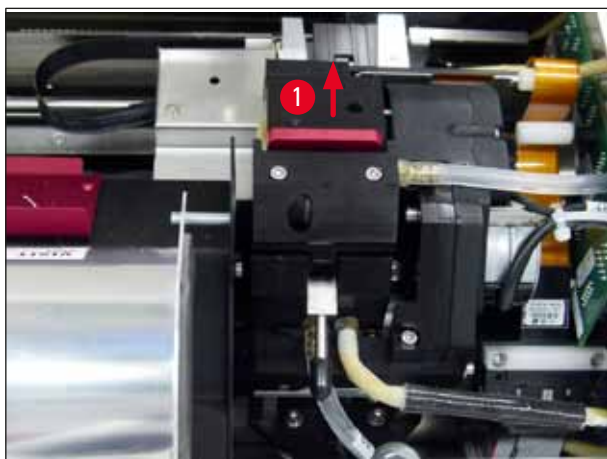

Рис. 52
2. Печатающая головка (→ "Рис. 52-1") перемещается вверх и останавливается прим. в 1 см от уплотнительной кромки (→ "Рис. 52").